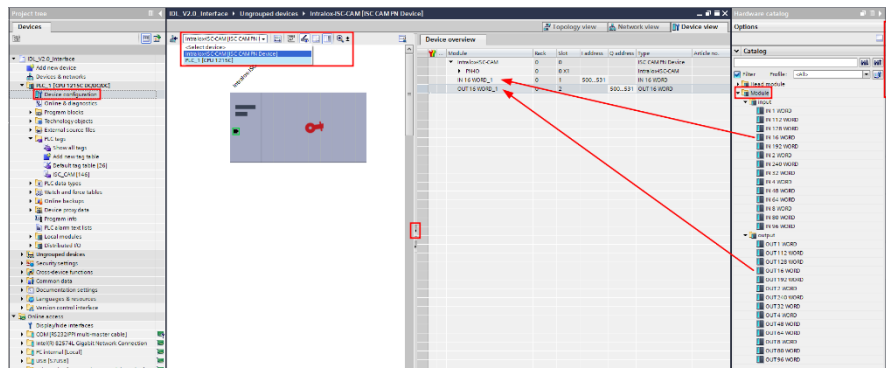

Figure 17: Configure Input and Output Size of ISC CAM Device
39. 在项目中选择“设备配置”，见图17。
40. 在“设备视图”中，从下拉菜单选择ISC CAM，见图17。
41. 将窗口向设备右侧扩展，以查看“设备概览”，见图17。
42. 打开位于“设备概览”右侧的“硬件目录”，见图17。
43. 在“硬件目录”中打开“模块”，见图17。
44. 将“IN 16 WORD”拖放到“设备概览”中的“槽”Slot1，见图17。
45. 将“OUT 16 WORD”拖放到“设备概览”中的“槽”Slot 2，见图17。